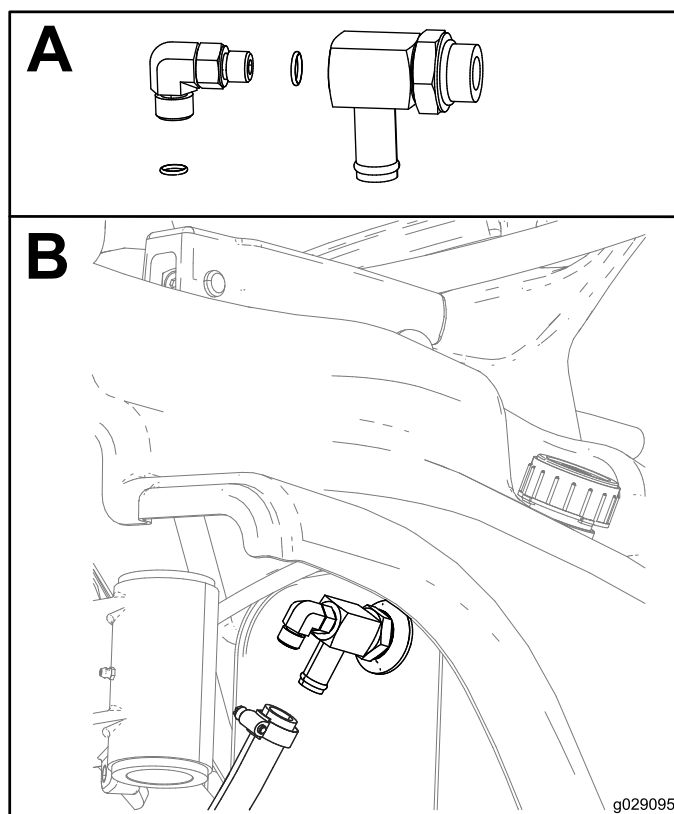

Figura 18
3. Instale a união a 90° (3/8 x 3/8 macho) na união a 90° (3/8 fêmea x 3/8 macho x ¾ pol. rosca), conforme se mostra na Caixa A da Figura 18.
4. Retire a união de cotovelo atual da traseira do depósito hidráulico no lado direito da máquina e instale a união de 90° e adaptador e ligue o tubo como se mostra na Caixa B da Figura 18.